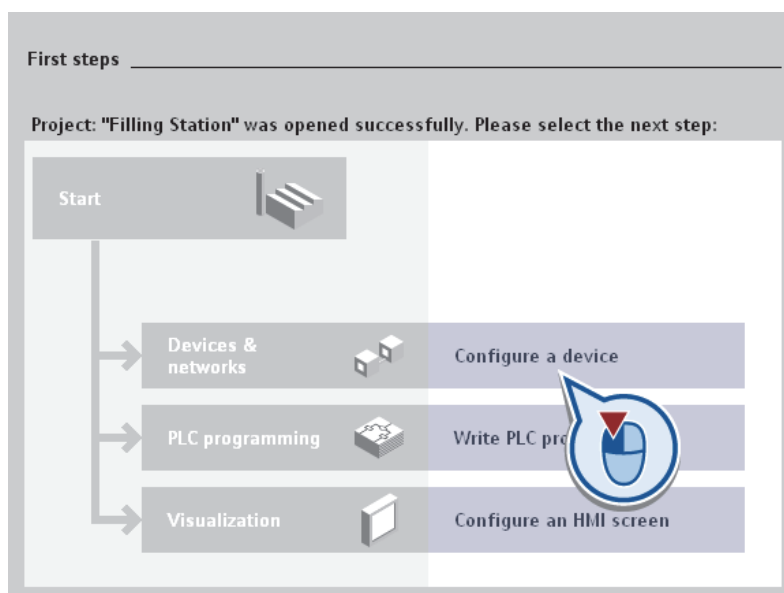

Рис. 1.3. Настройка устройства
– нажмите на кнопку «Configure a device» (Настройка устройства) (рис. 1.3);